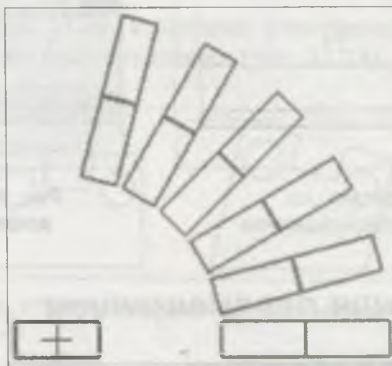

Рис. 11.21. Массив копий по концентрической сетке
- ◆ выберите базовую точку и щелкните ЛК мыши — массив копий по концентрической сетке построен (рис. 11.21);